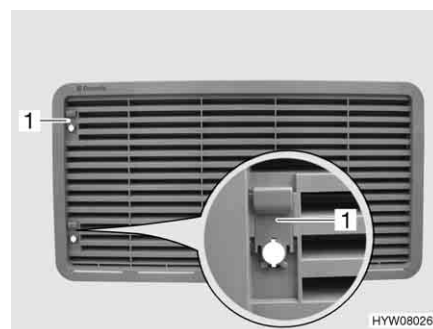

Bild 162 Kylskåpets ventilationsgaller (med spjäll)
- Skjut upp spjället (Bild 162,1).